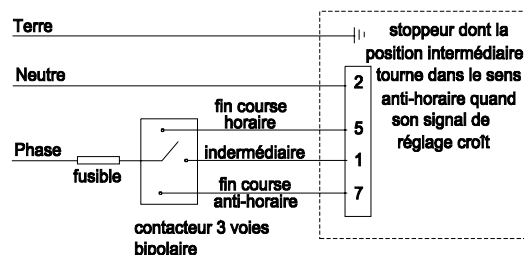

Figure 3
DOUBLE EFFET (figures 3 & 4) :
* Les figures 3, 4 & 5 peuvent également servir de références pour des installations en 115 Vca, 48 Vcc ou 24 Vcc. Dans le cas d'une alimentation en courant continu, il suffit de remplacer "neutre" par (-) et "phase" par (+).